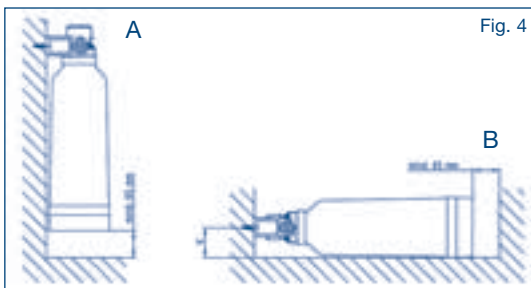

Fig. 4
2. Le système de filtration peut être utilisé à la verticale ou à l'horizontale (voir la fig. 4).